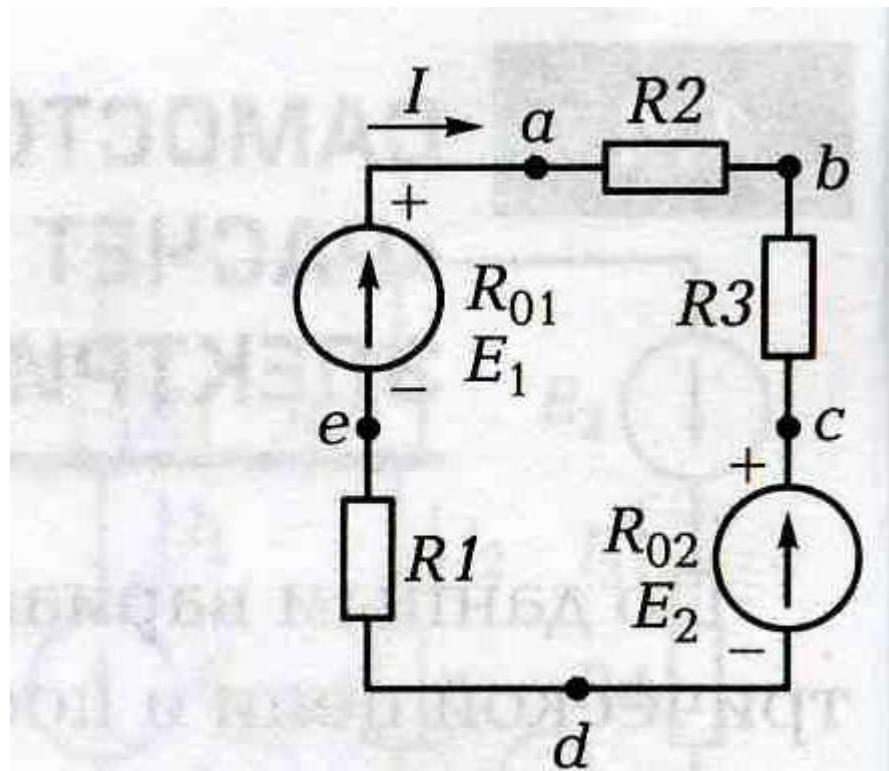

Рис. 1.4.6
Дано: схема (рис. 1.4.6); $\varphi_d = 0$ (B); $E_1 = 60$ В; $E_2 = 40$ В; $R_1 = 10$ Ом; $R_2 = 10$ Ом; $R_3 = 10$ Ом; $R_{01} = R_{02} = 3$ Ом.